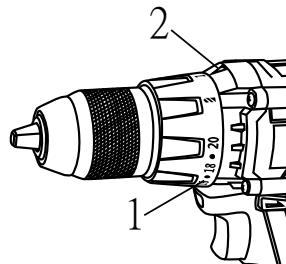

Рис. 4
Поверните кольцо (Рис. 4) до совмещения необходимой цифры со стрелкой (2). Для правильной установки используйте таблицу ниже.